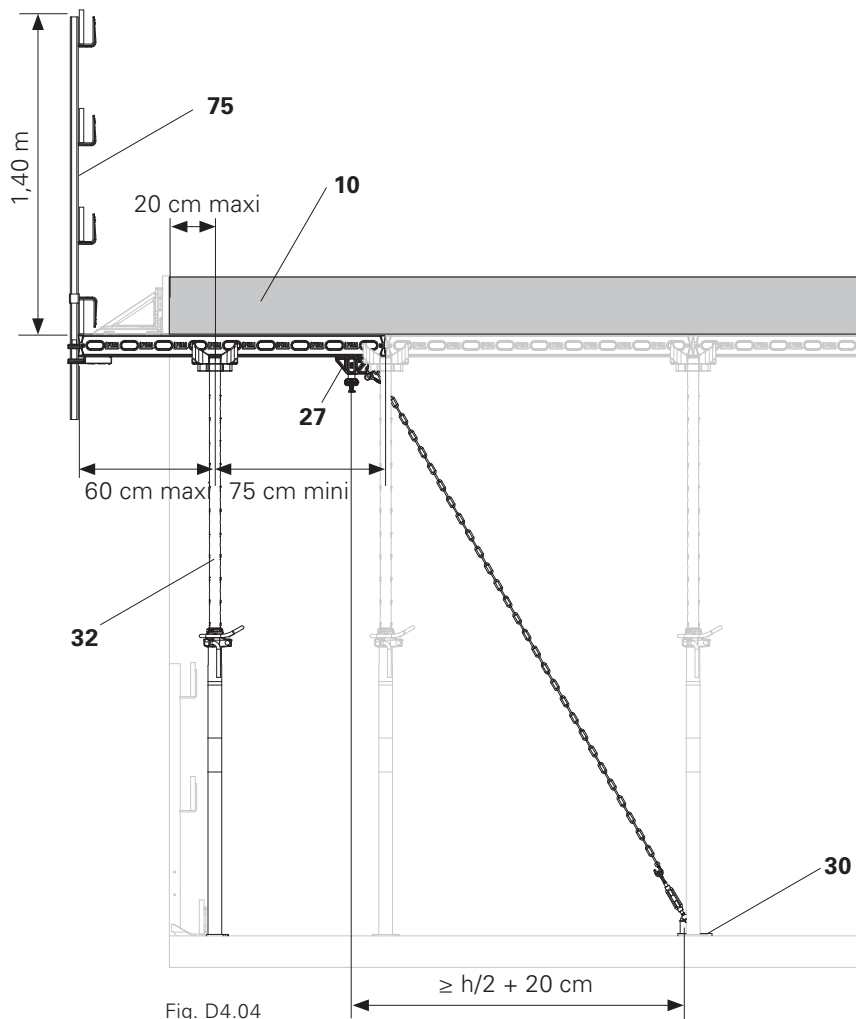

Fig. D4.04
Encorbellement maximum 60 cm, voir Fig. D4.04.
Nota : encorbellement maximum admissible 60 cm ! (Fig. D4.04)
- Monter la platine de pied (30) comme point d'ancrage inférieur, par ex. avec vis d'ancrage PERI 14/20 x 130. (Fig. D4.04)
- Accrocher la chaîne sur l'axe de la fixation d'étau DUO (27).
- Précontraindre à l'aide du tendeur de chaîne. Effort de traction admissible 3 kN (Fig. D4.04)
Fixer l'encorbellement. (Fig. D4.04)